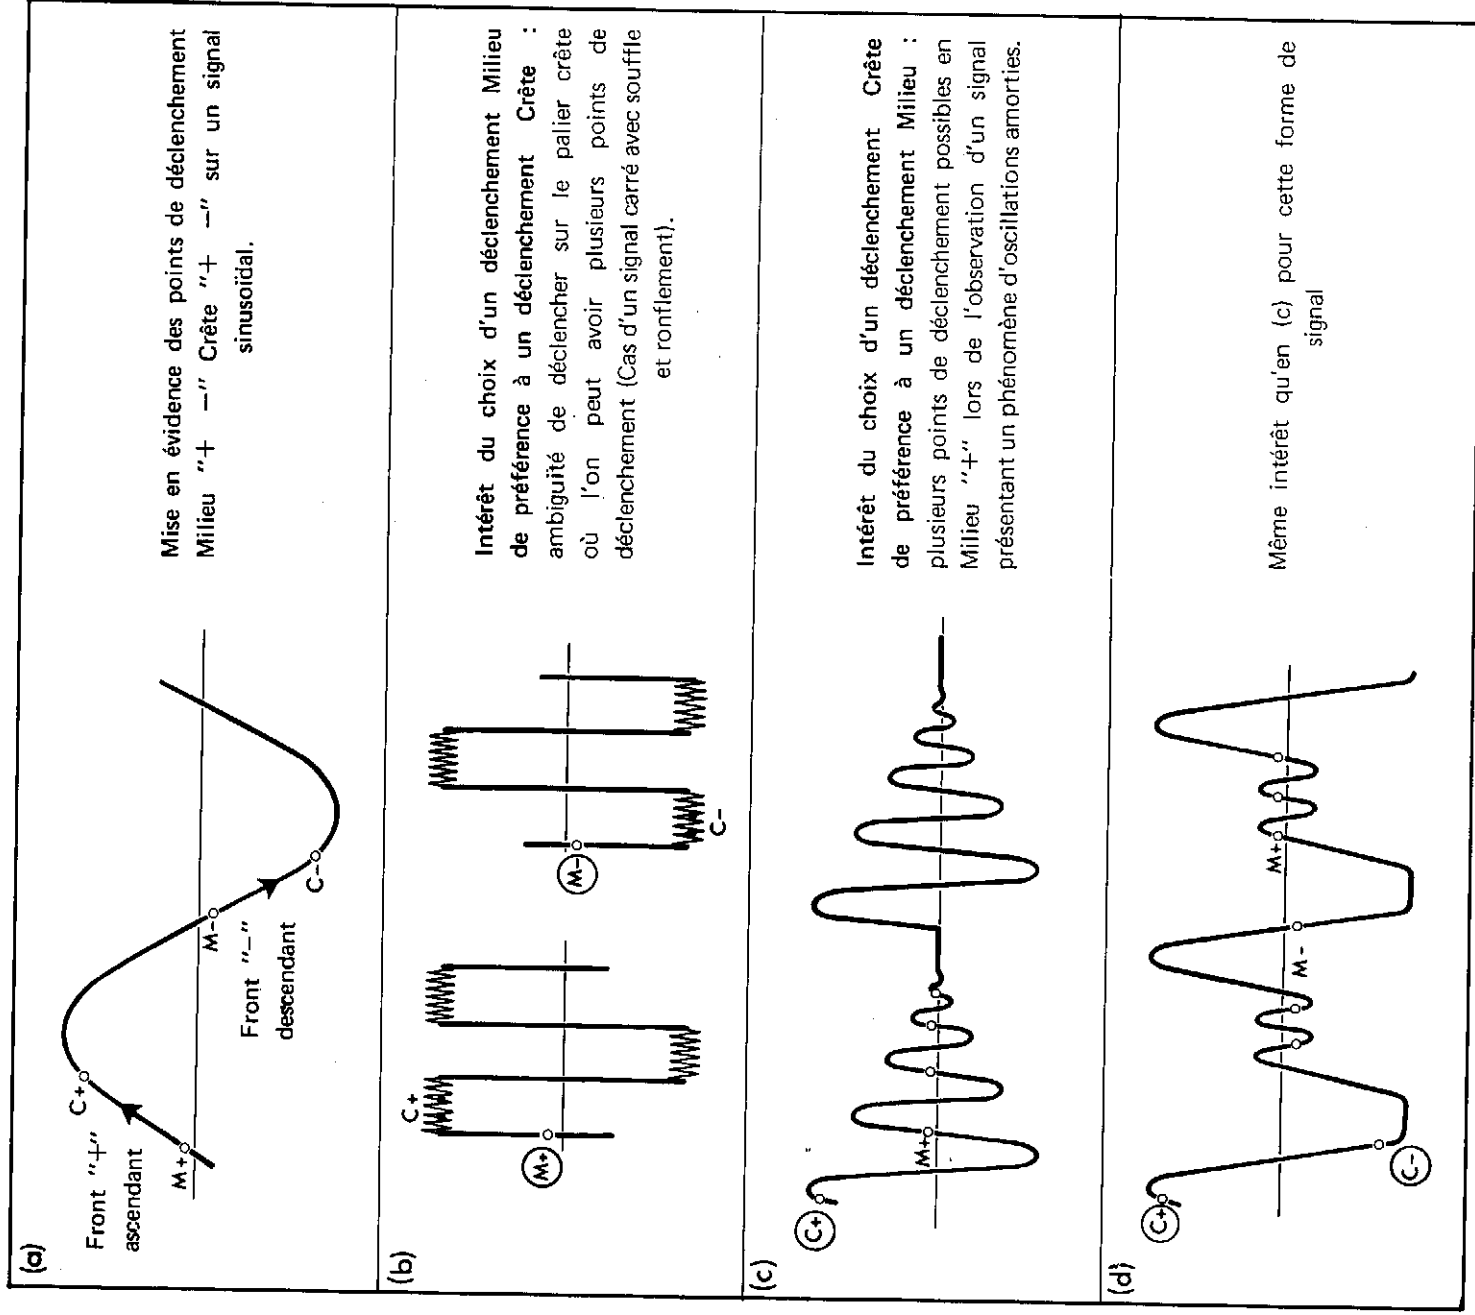

Fig. 9
La position du commutateur (9) obtenue par simple exploration et arrêt sur le déclenchement donnant l'image stable, peut ensuite être interprétée par l'opérateur, qui la modifiera éventuellement en fonction du point de déclenchement qui lui semble préférable (voir ci-après et exemples Fig. 9).
(Voir illustration des applications Fig. 9).